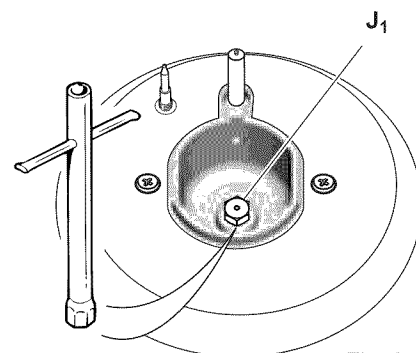

Fig. 2.11
- En vous servant d'une clef, remplacez les busettes "J₁", "J₂" et "J₃" (fig. 2.11, 2.12) avec celles les plus appropriées pour le type de gaz à utiliser.
- IMPORTANT: Veiller spécialement à remettre correctement en place la sonde de la soupape de sécurité "V" et l'électrode d'allumage "E", comme indiqué à la figure 2.11. Vérifier le bon fonctionnement de la soupape de sécurité et de l'électrode d'allumage.**